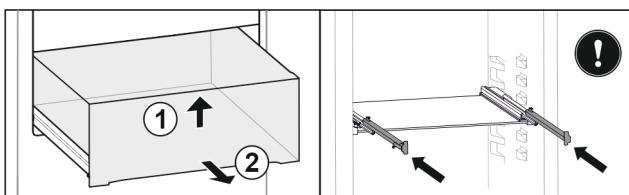

Fig. 22
- ▶ Підняти висувний ящик спереду. Fig. 22 (1)
- ▶ Вийняти висувний ящик рухом вперед. Fig. 22 (2)